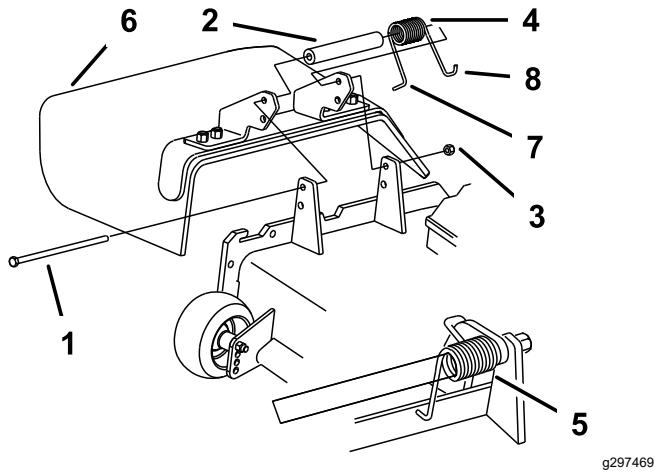

Figura 30
2. Retire la contratuerca, el perno, el muelle y el espaciador que sujetan el deflector a los soportes de pivote (Figura 30). Retire el deflector de hierba dañado o desgastado.
Nota: Asegúrese de colocar el extremo en L del muelle detrás del reborde de la unidad de corte antes de instalar el perno, según se muestra en la Figura 30.
4. Instale el perno y la tuerca. Coloque el gancho en J del muelle alrededor del deflector de hierba (Figura 30).